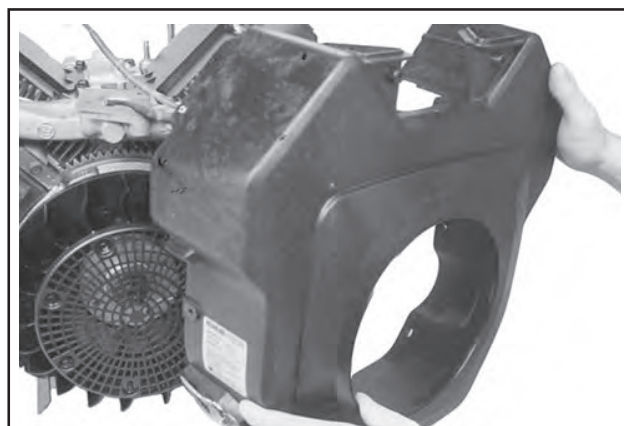

Abbildung 11-61. Installation des Lüftergehäuses.
2. Das Lüftergehäuse auf dem vorderen Rand der inneren Bleche einsetzen. Siehe Abbildung 11-61. Einige Schrauben anziehen, um das Lüftergehäuse in Position zu halten. Auf den zweizylindrigen Vergasermodellen den Schmutzschutz über die Montagefläche anheben, sowie das Lüftergehäuse montiert ist. Sicherstellen, dass das Massekabel, das Kabel des Kraftstoffabsperrmagneten und die Kabel des Öldruckschalters zugänglich sind und sich in der korrekten Position befinden. Siehe Abbildungen 11-61 und 11-62.